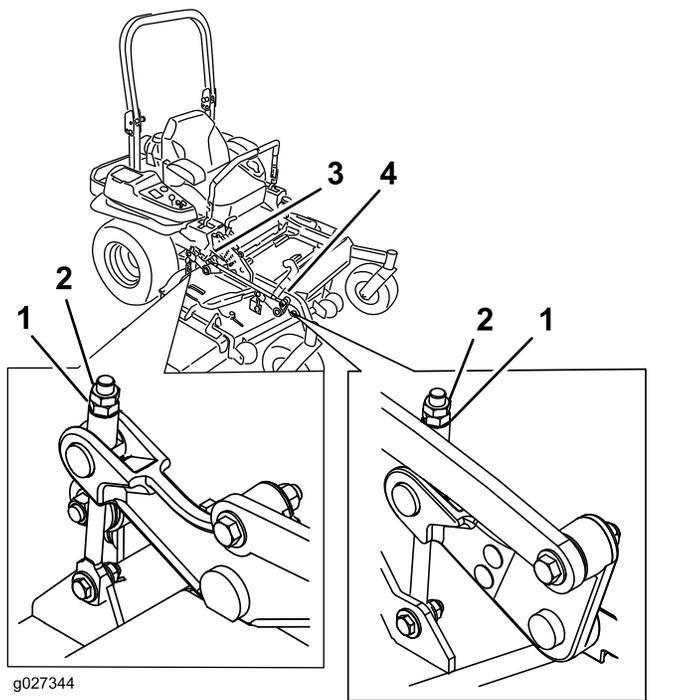

Рисунок 114
10. Выполните тонкую настройку регулировочной гайки на переднем узле подъема деки, поворачивая гайку (Рисунок 114).
16. Выполните тонкую настройку винтового регулятора, повернув его так, чтобы получить высоту 8,3 см (Рисунок 114).